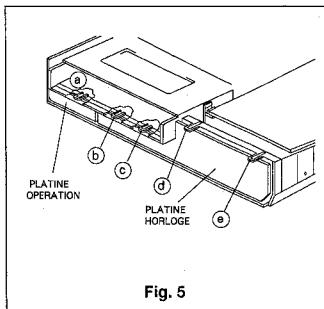

Fig. 5
- B. Débloquer les cinq crochets (ⓐ à ⓔ) et retirer la platine OPERATION/HORLOGE comme le montre la Fig. 5.